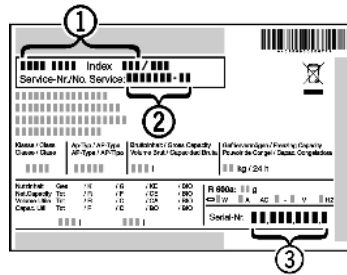

Fig. 44
- Назва пристрою Fig. 44 (1),
- сервісний номер Fig. 44 (2) та
- серійний номер Fig. 44 (3) вказані на заводській табличці. Заводська табличка знаходиться всередині пристрою, зліва.